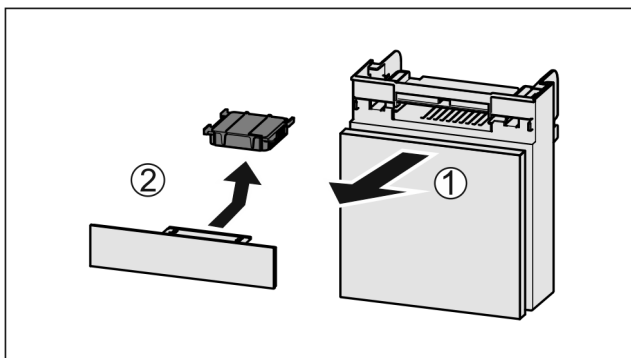

Fig. 137
- ▶ Estrarre il vano tirando in avanti Fig. 137 (1).
- ▶ Rimuovere il filtro a carboni attivi Fig. 137 (2).